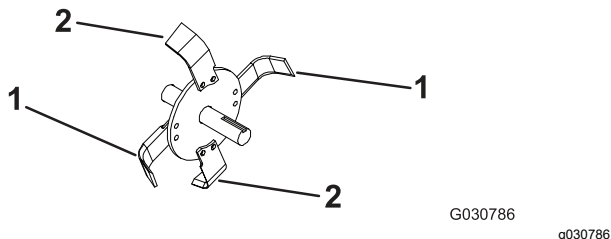

Figura 7
3. Instale las azadas de manera que queden 2 azadas a izquierdas y 2 azadas a derechas en cada cubo (Figura 7).